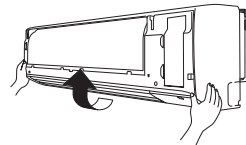

Abb. 3-86
- (6) Das Gitter in Pfeilrichtung anheben, zu sich ziehen und entfernen. (Abb. 3-86)